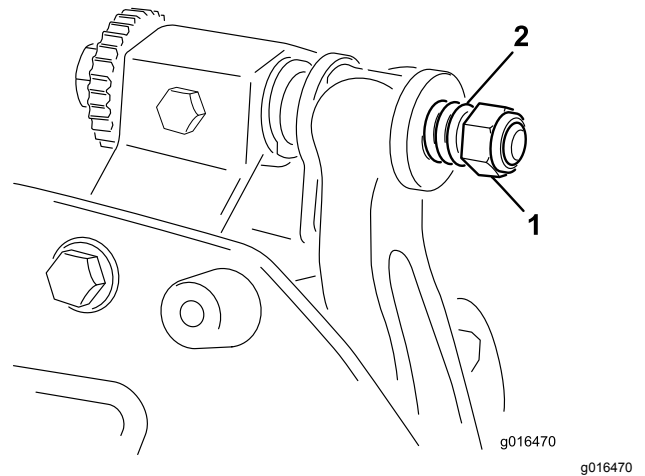

图23
6. 旋紧弹簧加压螺母直到弹簧完全压紧然后往回松开1/2圈图23。